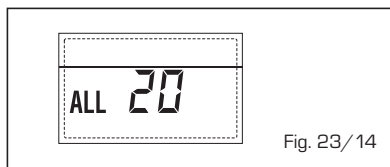

Fig. 23/14
- ANOMALÍA AVERÍA SONDA IMPULSIÓN PRIMERA ZONA MEZCLADA "ALL 21" (fig. 23/15)